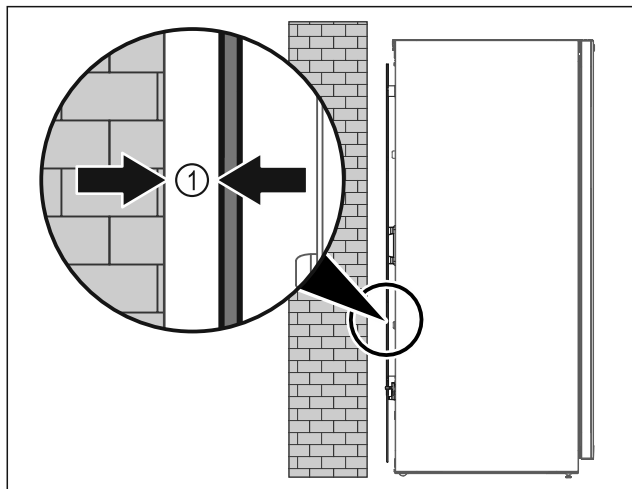

Fig. 9
- ▶ Instalar el electrodoméstico en medio de una sala o directamente arrimado a una pared con una distancia mínima de 5 mm Fig. 9 (1).